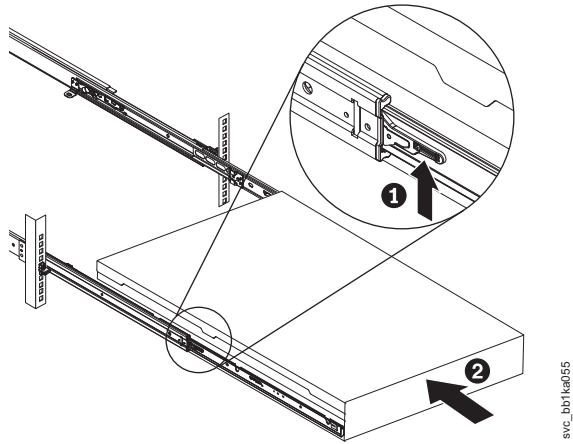

图 63. 抬起机架滑轨的锁定拉杆
8. 抬起滑轨上的锁定拉杆（图 63 中的 **1**），将服务器 **2** 全部推入机架，直到其咔嗒一声锁定到位。